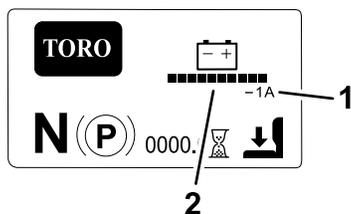

Рисунок 19
- **Главный информационный экран (Рисунок 19)** отображает текущую информацию о машине, когда ключ находится в положении ВКЛ. На этом экране отображается уровень заряда и сила тока аккумулятора.